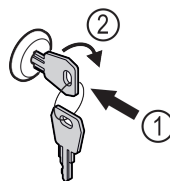

Fig. 158 Beispielhafte Darstellung
- ▶ Schlüssel hineindrücken Fig. 158 (1).
- ▶ Schlüssel um 90° im Uhrzeigersinn drehen Fig. 158 (2).